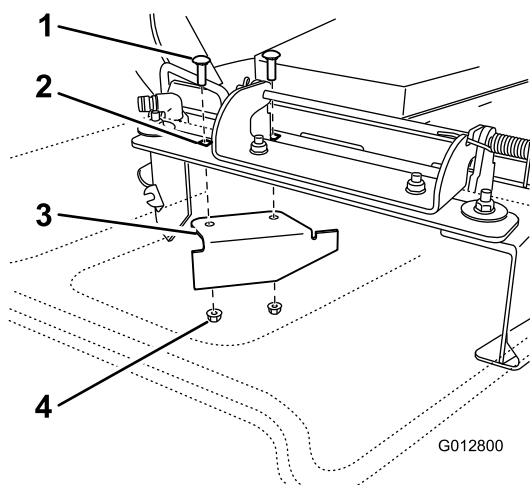

Figura 32
11. Localize o abafador de corte no saco das peças soltas. Retire as fixações nos furos posteriores da placa de descarga. Instale o abafador na abertura de descarga lateral na plataforma do cortador (Figura 32).